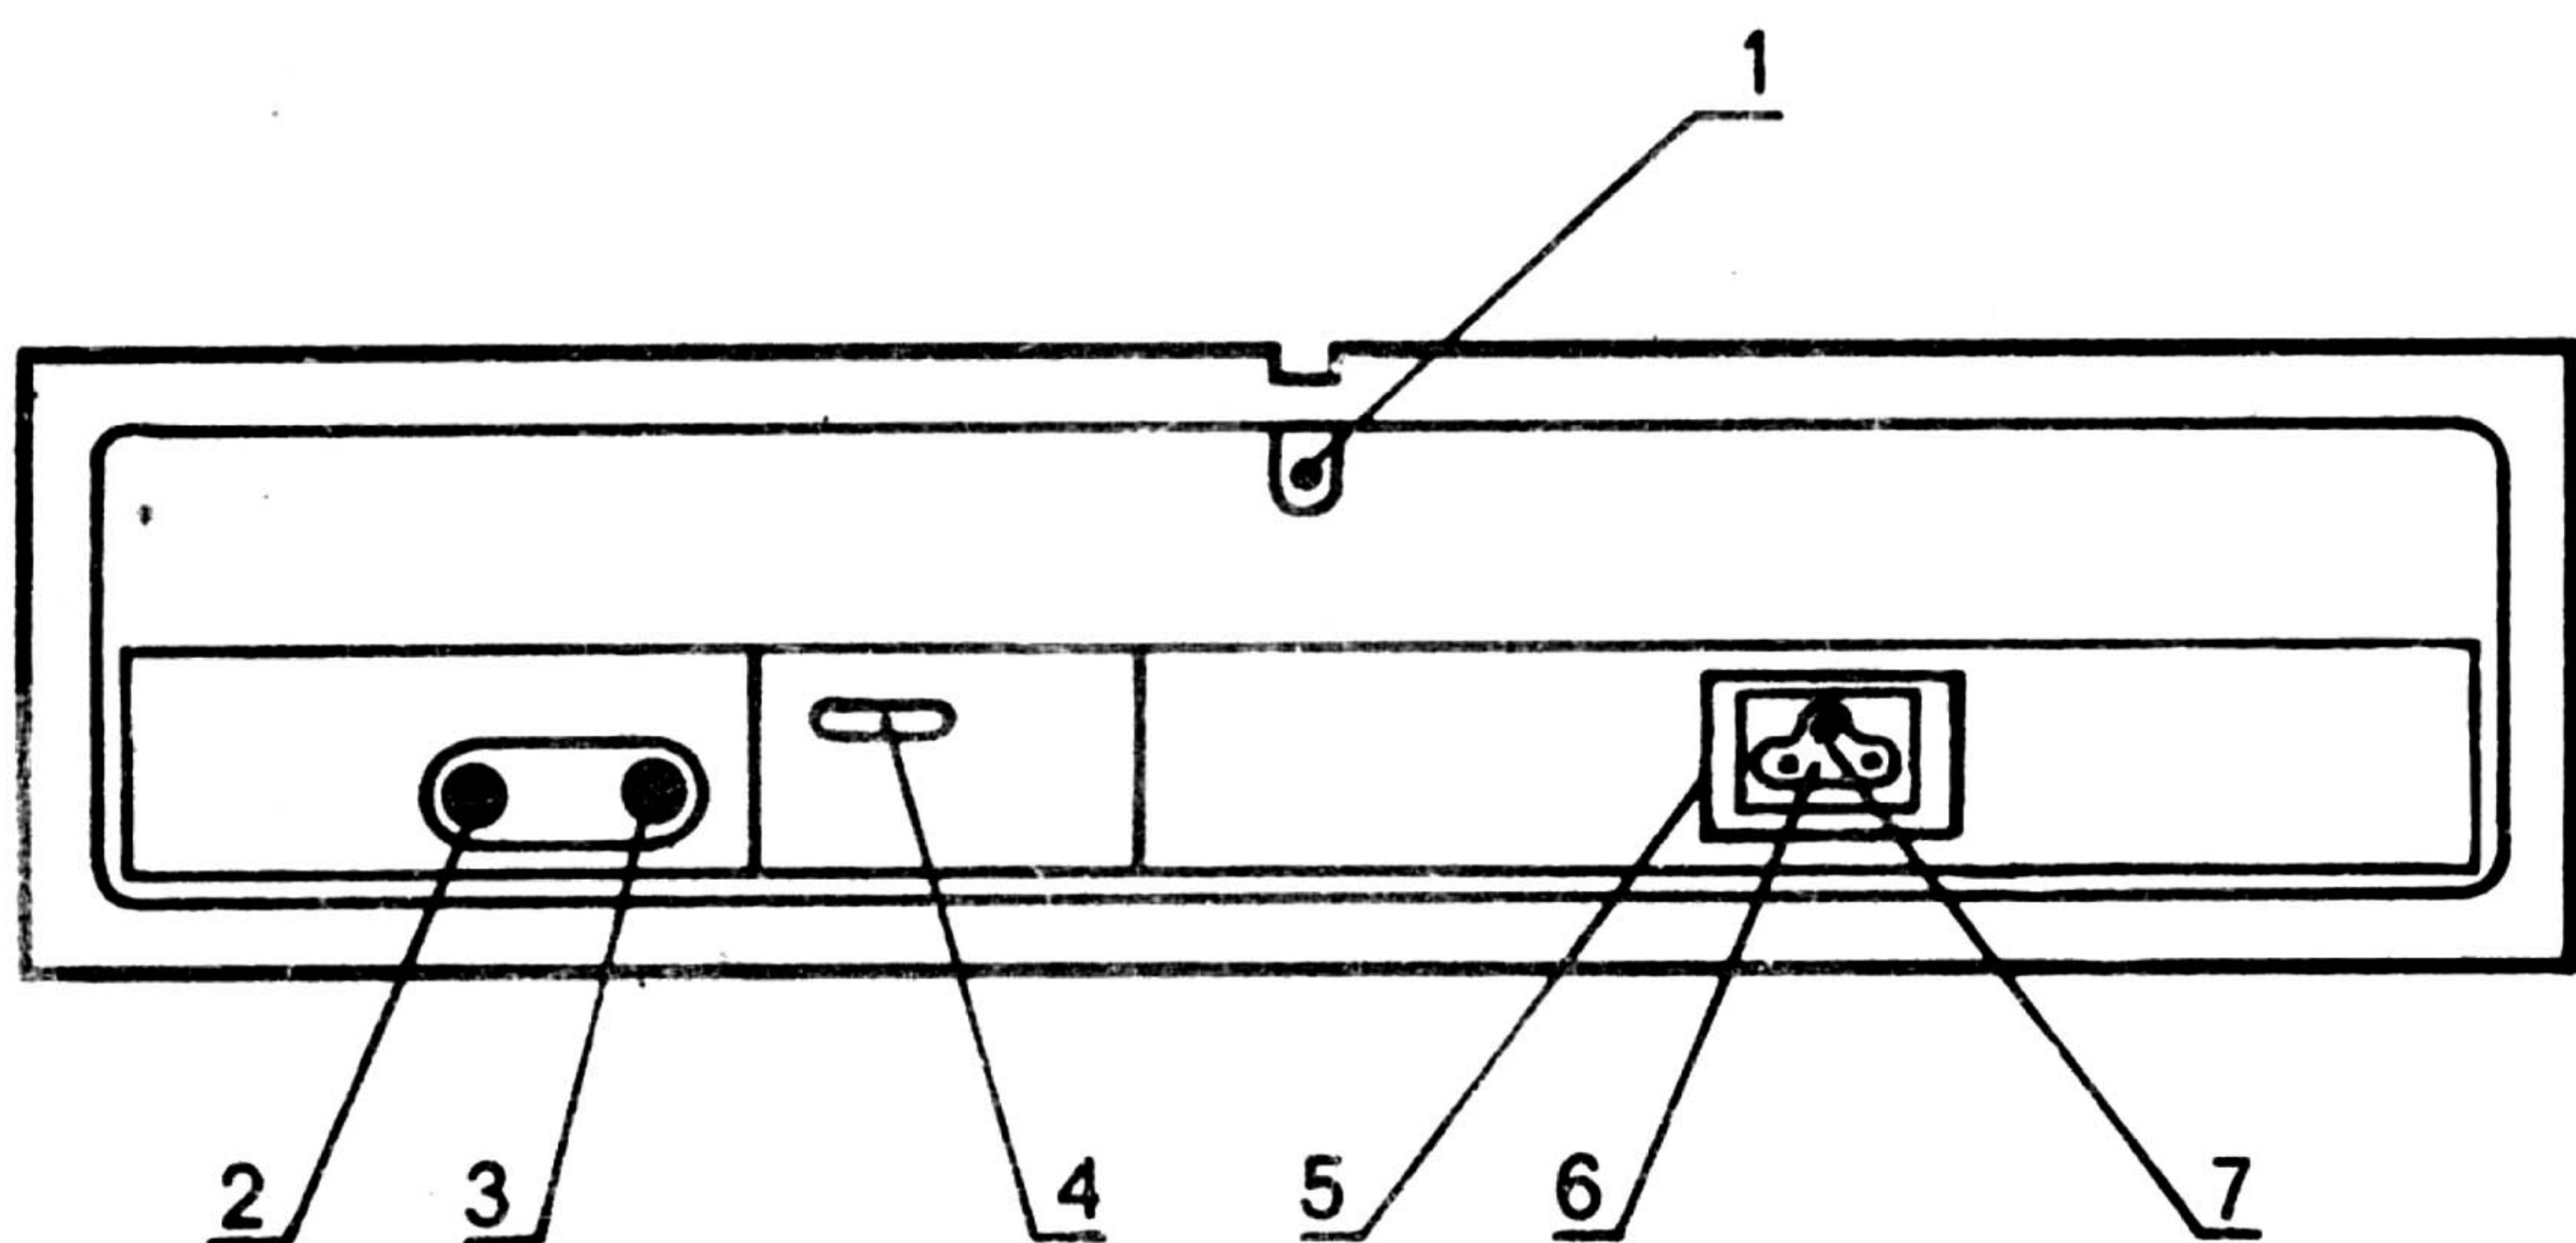
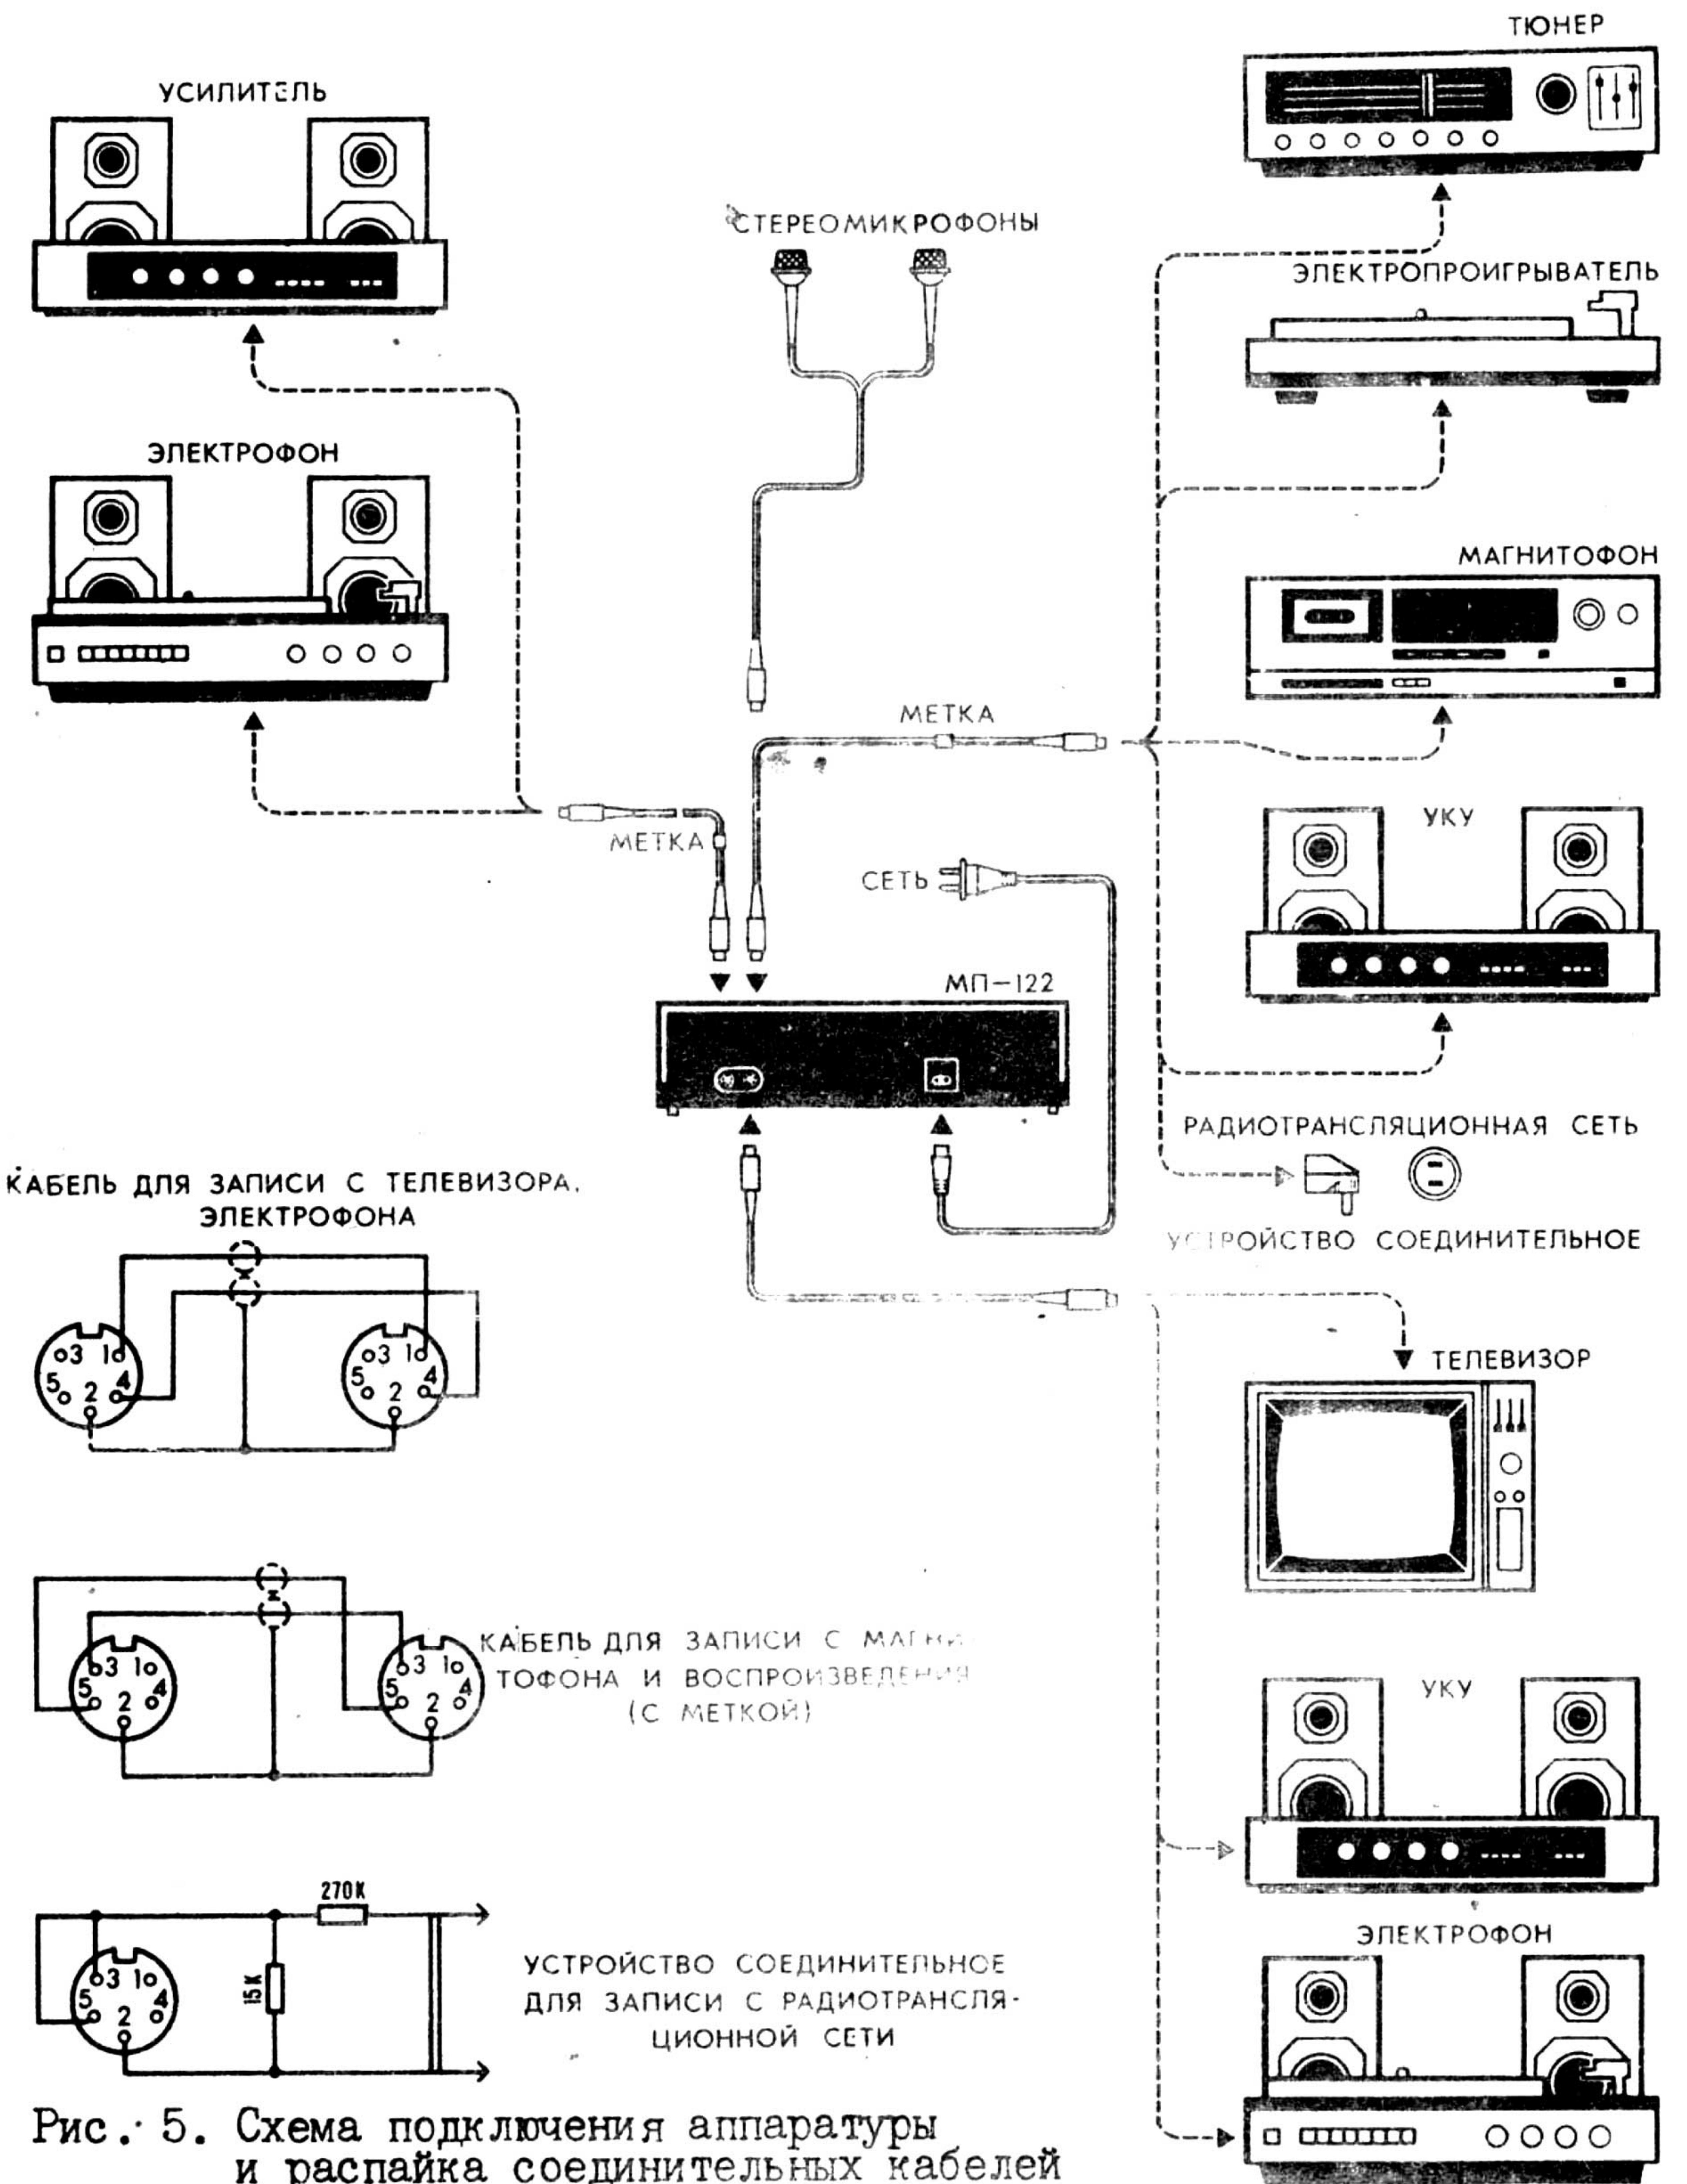

Рис. 2 Вид магнитофона-приставки со стороны задней стенки
Рис. 5. Схема подключения аппаратуры и распайка соединительных кабелей
Внешний вид, назначение и схемы распайки соединительных шнуров приведены на рис. 5.
Подключите сетевой шнур (см. рис. 5) к розетке на магнитофоне (см. рис. 2, поз. 6) и вставьте вилку сетевого шнура в розетку электросети. Включите магнитофон нажатием кнопки **включения сети** ① (см. рис. I, поз. 24). При этом загорится подсветка кассетоприемника ЛПМ А и индикатор счетчика расхода ленты.
6.4.1. Подключите выбранный источник сигнала к розетке магнитофона ② (см. рис. 2, поз. 3), находящейся на задней панели с помощью одного из соединительных кабелей (электрические схемы, внешний вид и маркировка соединительных кабелей приведены на рис. 5).
При записи от другого магнитофона, электропроигрывателя (см. рис. 5), тюнера и любого аппарата, имеющего выход с номинальным напряжением 500 мВ, запись производите при помощи кабеля с кольцевой меткой.
6.6.1. Подключите при помощи соединительного кабеля с кольцевой меткой розетку выхода (см. рис. 2 поз. 2) ко входу внешнего усилителя или электрофона (см. рис. 5). Установите кассету в ЛПМ А или ЛМП В.